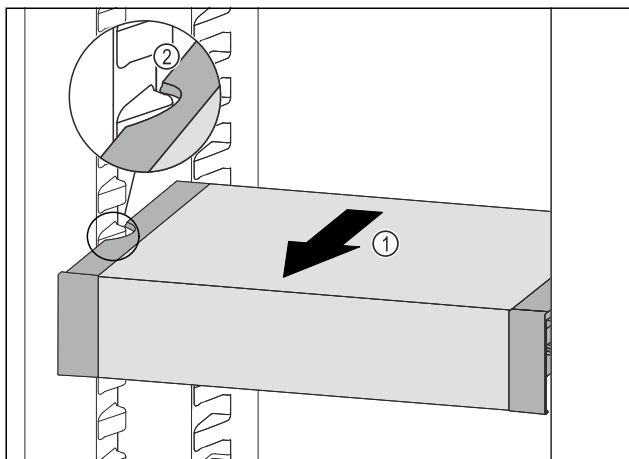

Fig. 63
- ▶ Træk VarioSafe fremefter Fig. 63 (1), indtil udsparringerne i siden på VarioSafe er på niveau med beholderribben i kølesektionen. Fig. 63 (2)